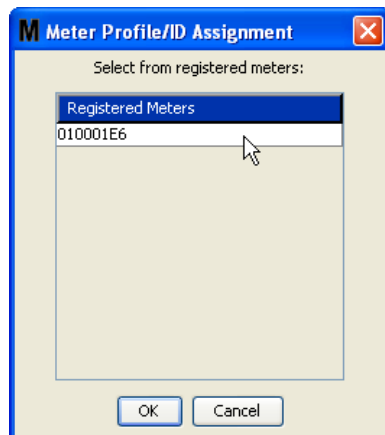

FIG. 88
- **Bouton "Link/Unlink" (Associer/Dissocier)** : lorsque tous les paramètres dans l'écran "Meter Profile" (Profil du compteur) sont remplis, cliquez sur le bouton "Link" (Associer) pour afficher l'écran "Meter Profile/ID Assignment" (Profil de compteur/Assignment de l'identification) illustré dans la FIG. 88. Dans la liste des compteurs enregistrés, sélectionnez un compteur à associer au profil de la liste. Cliquez sur "OK" pour fermer la fenêtre et enregistrer les modifications.